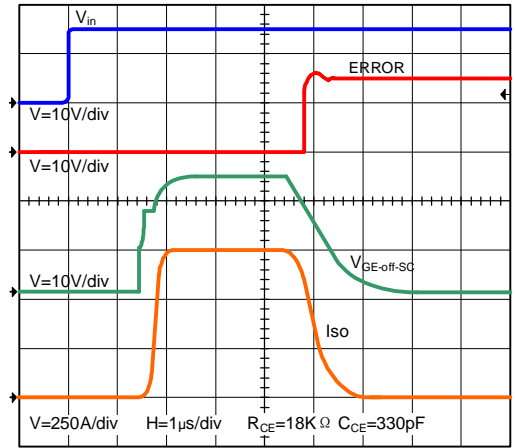

图.4 软关断波形图
■ “软关断”电路,在短路情况下,软关断电路自动增加了R_{goff}的串联电阻从而减慢了IGBT的关断速度。通过减少di/dt值可以得到更小的电压尖峰。由于在短路情况下,IGBT的同类型峰值电流将增加到正常电流的6-8倍,且电源电路总是存在着寄生电感,所以必须要比正常工作更长的时间把电流减小到零,避免过高的电压尖峰给IGBT带来损害。默认软关断用电阻为22Ω,用户可在J11,K11及J18,K18之上通过电阻R_{goff-SC}和电路板上的内置电阻并联来减少“软关断时间”。见图4。
(参见图.4 曲线 2)